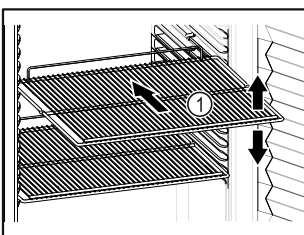

Fig. 58
- Якщо решітки для зберігання Fig. 58 (1) знімні, відрегулювати по висоті.